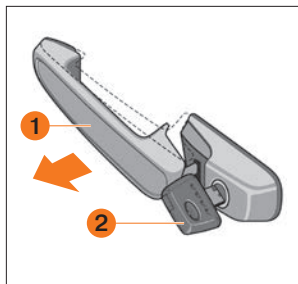
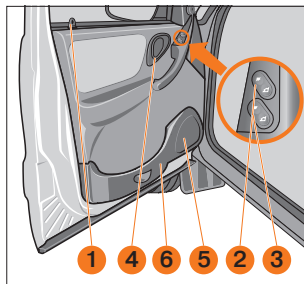

Рис. 7. Открытие дверей
Рис. 8. Передняя дверь
Двери открываются: снаружи – за ручку **1** (рис. 7) в направлении стрелки, а изнутри – поворотом на себя рукоятки **4** (рис. 8). Если замок заблокирован, то ручка и рукоятка имеют свободный ход.
**Передние двери** блокируются: снаружи – ключом **2** (рис. 7); изнутри – нажатием на кнопку **1** (рис. 8); или нажатием на кнопку на ключе с ПДУ.
Нажатием на вогнутую или выпуклую часть клавиши **2** (рис. 8) переключателя стеклоподъёмника, расположенного на обивке двери, можно опустить или поднять стекло на нужную величину. После прекращения нажатия клавиша автоматически устанавливается в среднем положении и стекло останавливается в любой выбранной Вами позиции. Дополнительная клавиша **3** (рис. 8) на двери водителя управляет электроприводом стеклоподъёмника правой передней двери. Клавиши подсвечиваются, если включено наружное освещение.
В передней части кармана **6** (рис. 8), предназначенного для размещения мелких предметов, под облицовкой **5** предусмотрено место для установки акустических устройств радиоаппаратуры.